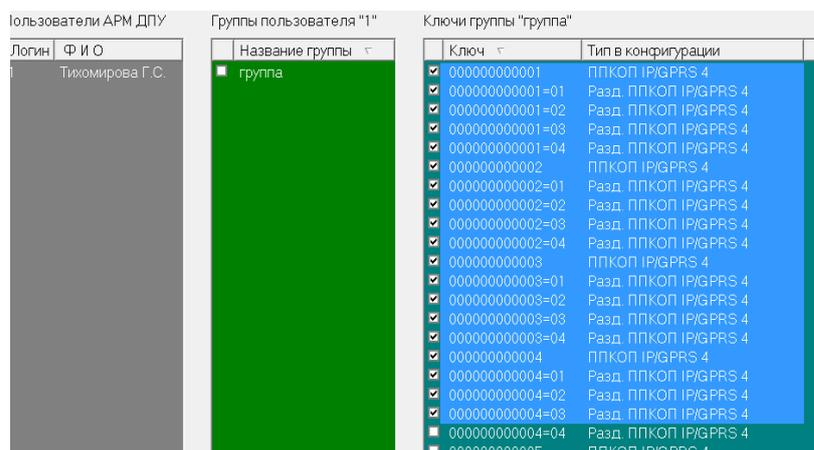

Рисунок 6.50: «Фильтр отображаемых объектов» множественный выбор расположенных подряд элементов.
- Для выбора элементов, расположенных подряд, (рисунок 6.50) необходимо при нажатой клавиши «**Shift**» первый из выбираемых элементов, а затем последний. Будут выбраны все размещенные между ними элементы. Для подтверждения выбора необходимо поставить галочку напротив любого из выбранных элементов.